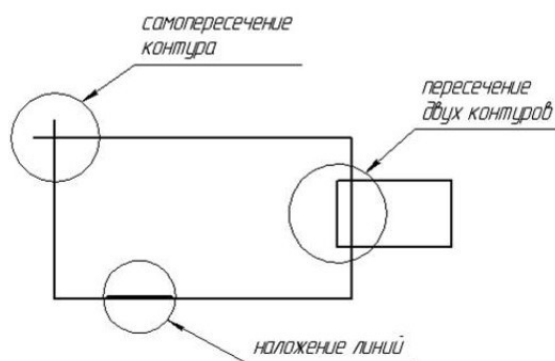

Рисунок 7.4 – Недопустимые элементы контура
- Контур не должен иметь точек самопересечения, пересечения с другим контуром или линий наложения (рисунок 7.4)